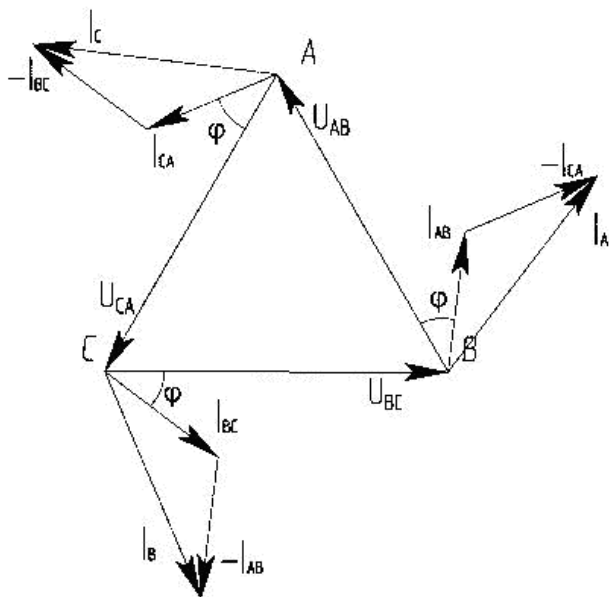

Рис. 3. 8
3. Строим топографическую диаграмму (рис. 3. 8).